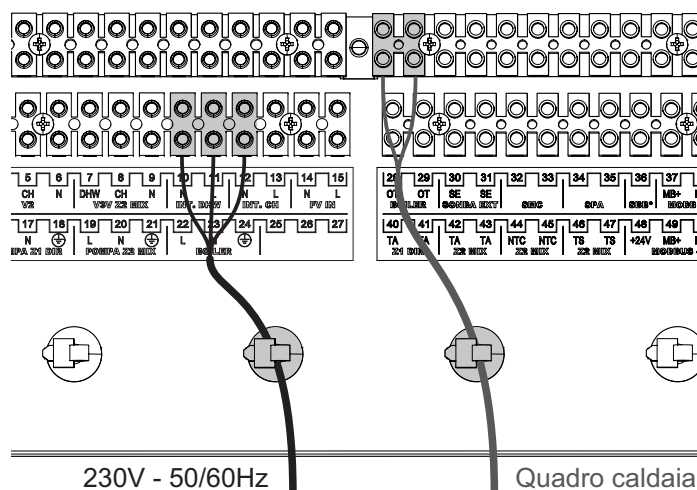

Figura 2.29
- Collegare il cavo di alimentazione della caldaia e quello di comunicazione (proveniente dal quadro elettrico della caldaia) alle morsettiere e bloccarli con l'apposita fascetta (Figura 2.29).